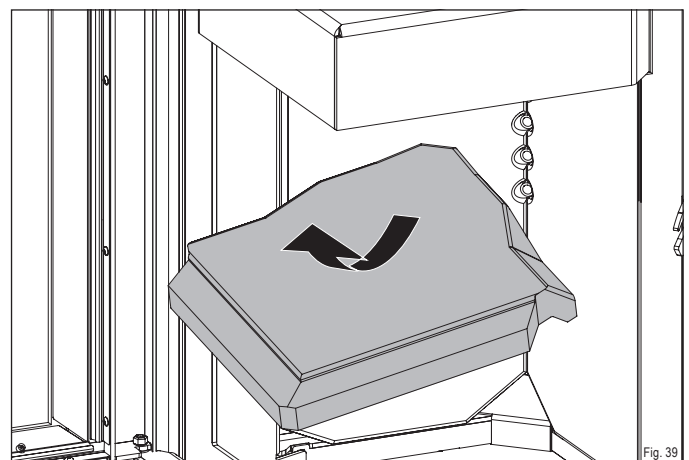

Fig. 39
- ▶ Retirez avec précaution la pierre thermique supérieure du foyer (Fig. 39).